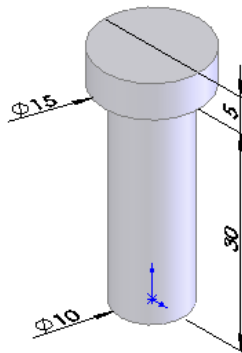

图 7-43 圆柱零件尺寸图示
**03** 插入“圆柱”文件。在菜单栏中选择“插入”→“零部件”→“现有零件/装配体”命令，插入已绘制的名为“圆柱”文件，“圆柱”零件的尺寸如图 7-43 所示。调节视图中各零件的方向，结果如图 7-44 所示。